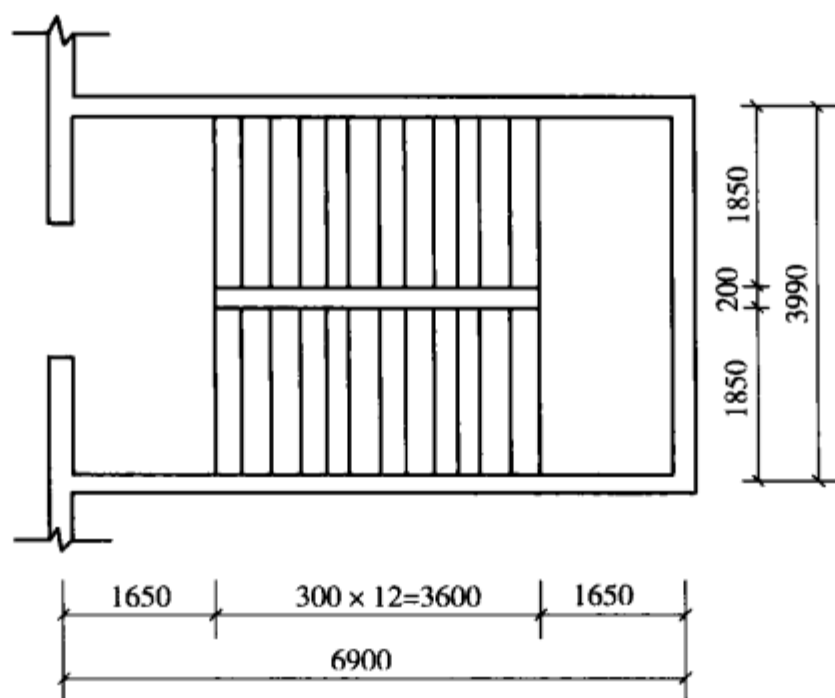

图 1-30 楼梯平面图
**【例 30】** 如图 1-30 所示为某五层建筑楼梯设计图,求普通水磨石面层工程量(不包括楼梯踢脚线,底面、侧面抹灰)。
**【解】** (1)定额工程量